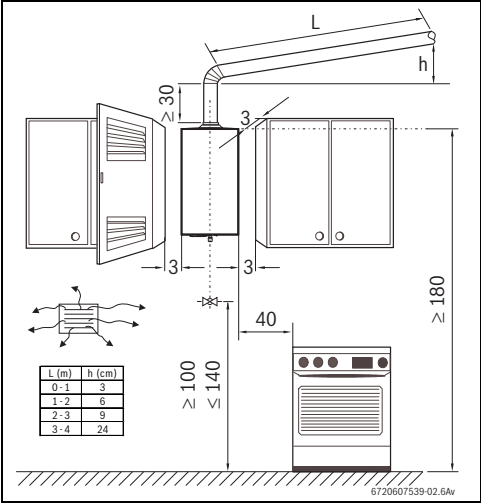

Fig. 9 Distancias mínimas (en cm)
- ▶ Respetar las medidas mínimas de instalación indicadas en la Fig. 9.
- ▶ Garantizar un buen acceso para realizar los trabajos de mantenimiento respetando siempre las distancias mínimas indicadas en la Fig. 9.